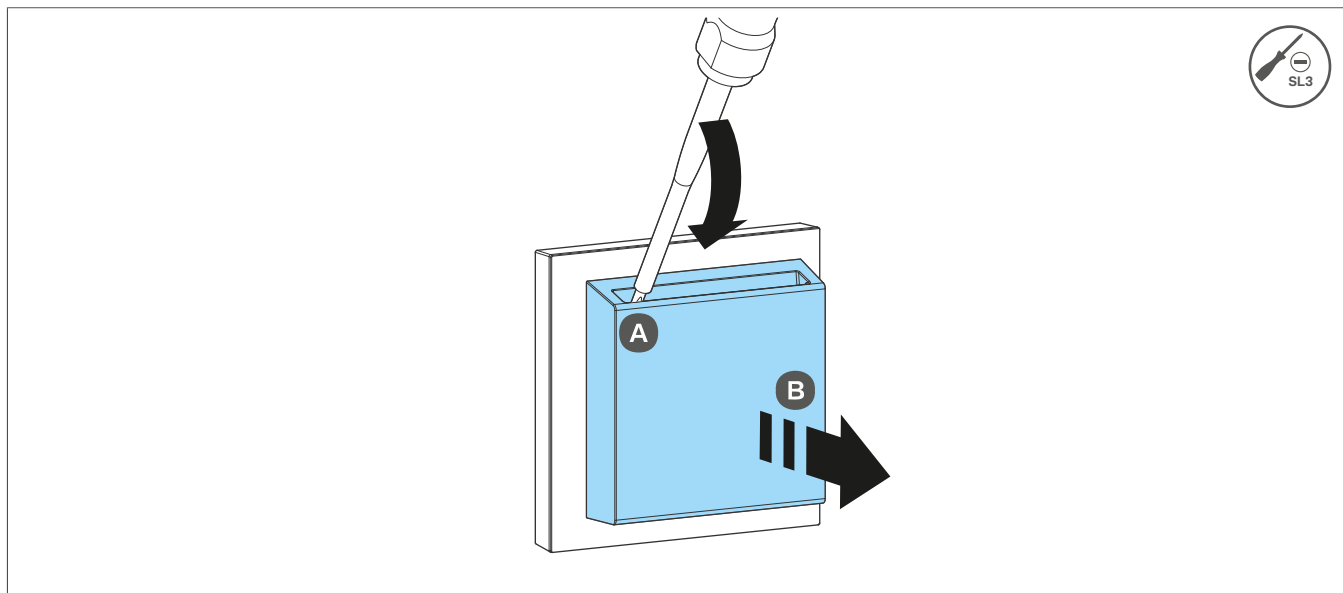

Fig. 4: Rimozione della copertura design
- 1 Rimuovere la copertura di finitura. A tal fine, inserire un giravite a taglio nell'apertura del supporto per Hotelcard, (Fig. 4) allentare con cautela e rimuovere la copertura design, prima sul lato sinistro **A** e poi sul lato destro **B**.